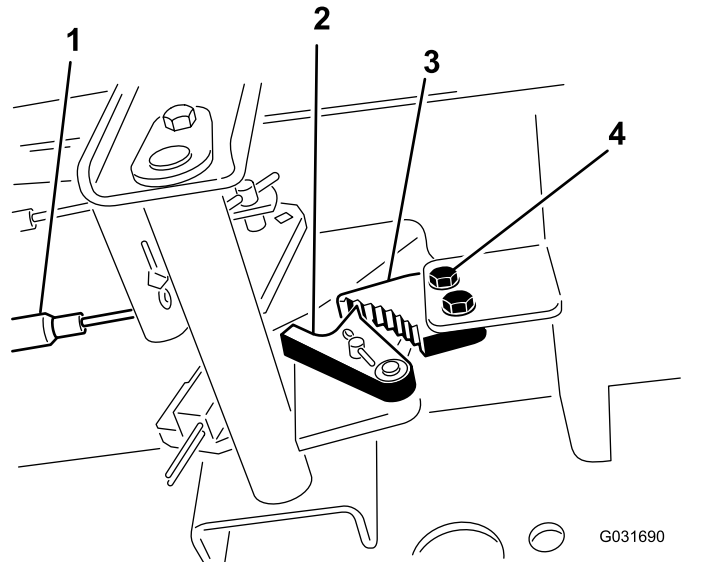

Figura 89
1. Slăbiți cele 2 uruburi care fixează clichetul frânei de parcare pe cadru (Figura 89).
2. Apăsai pedala frânei de parcare în față până când elementul de reinere a frânei se cuplează complet pe clichetul de frână (Figura 89).